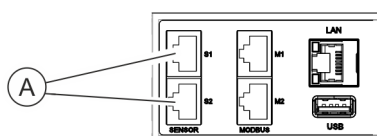

Fig. 26: Raccordement pour capteurs S1/S2
- ➔ Brancher la fiche du capteur pour l'humidité de l'air dans le raccordement S1 ou S2 sur la PDU (Voir la Fig. 26/Ⓐ).